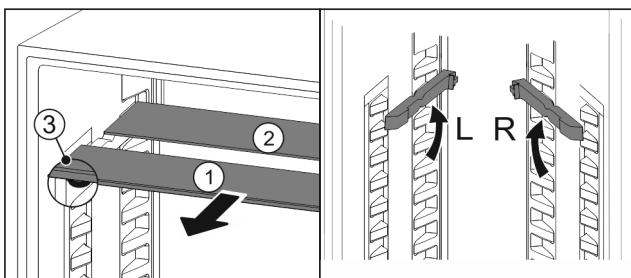

Fig. 60
- Издърпайте Fig. 60 (1) поотделно стъклените плочи напред.
- ▷ Стъклената плоча Fig. 60 (1) с декоративната лайсна е отпред.
- ▷ Ограничителите Fig. 60 (3) сочат надолу.